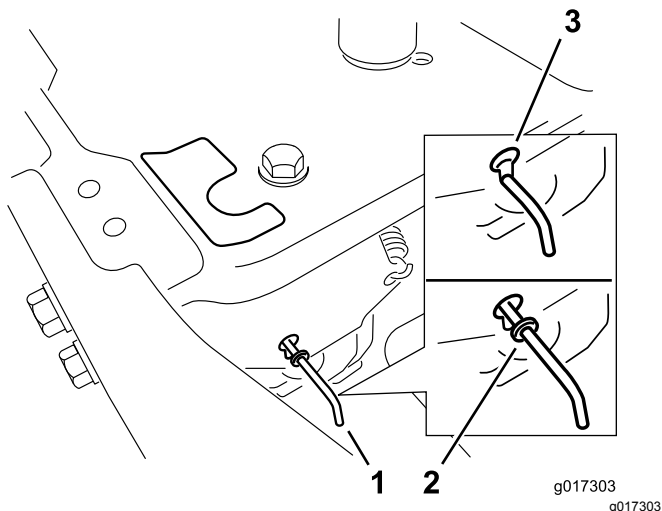

Bild 36
4. Schieben Sie die Bypasshebel nach vorne durch das Schlüsselloch und nach unten, um sie zu arretieren (Bild 36).
Schieben Sie die Bypasshebel nach hinten durch das Schlüsselloch und nach unten, um sie zu arretieren, wie in Bild 36 abgebildet.